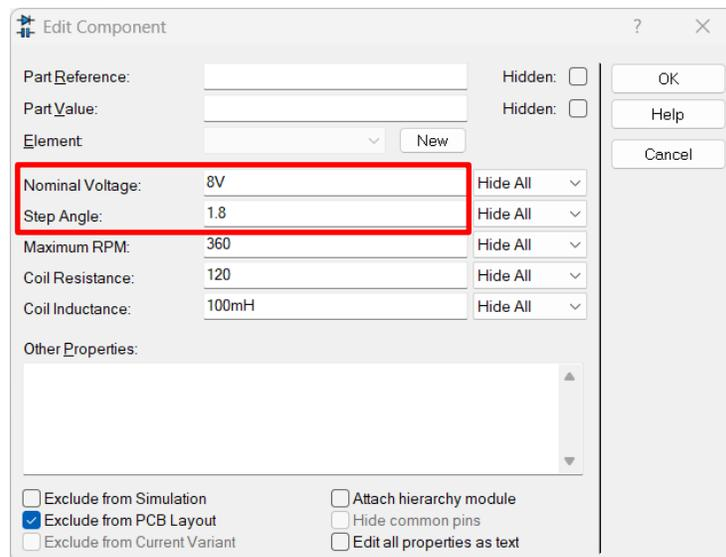

Figura 6.4. Ventana de propiedades del motor a pasos.
- 5) El motor a pasos con el que se cuenta en el laboratorio es un **motor bipolar de 200 pasos**, para ajustar en la simulación el número de pasos del motor solo es necesario ingresar a las propiedades del motor e indicar el ángulo por cada paso que se desea que tenga y el voltaje nominal de alimentación. La ventana de propiedades se muestra en la figura 6.4.